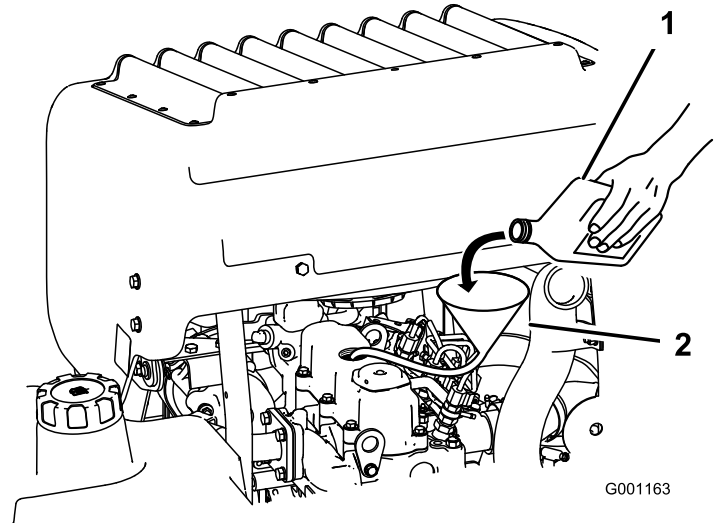

Figure 42
3. Utilisez un tuyau et un entonnoir pour faire l'appoint d'huile moteur (Figure 42).